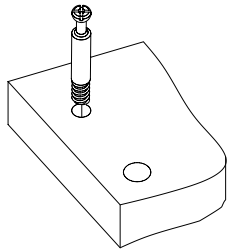
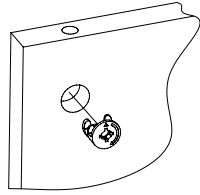

Рис.1
Рис.2
1. Подготовьте детали к сборке. Вкрутите шпильки минификсов в детали 1, 2, 3, 4, 5, 7, 8 (Рис. 1). Вставьте головки минификсов в детали 3, 4, 5, 6, 7, 8, 9 (Рис. 2).